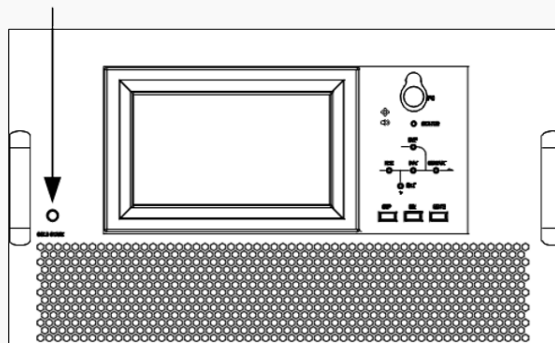

Рис. 5-1 Кнопка холодного старта
3. Нажмите белую кнопку холодного старта. Модуль байпаса и мониторинга питается от АКБ. См. Рисунок 5-1